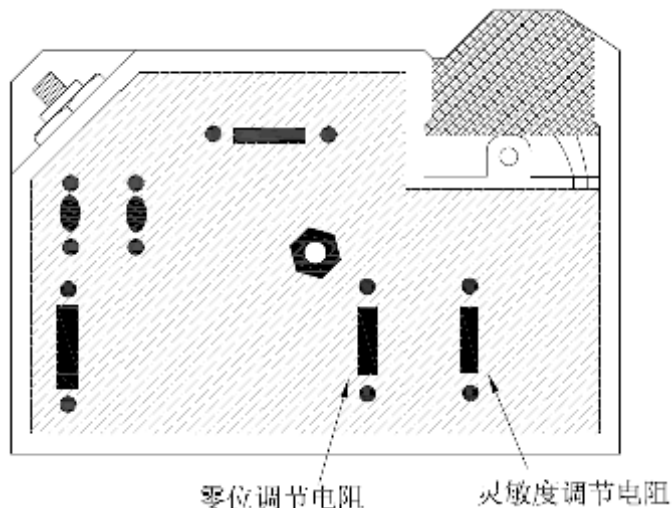

图3-2 前置器底部调节元件位置
- ◆ 如果平均灵敏度超差，应先断开供电电源，再将传感器标签撕下，打开盖板，可以见到未被灌封的调节元件，各调节元件用硅胶密封。灵敏度调节电阻位置如图3-2所示，去掉硅胶，用电烙铁焊下灵敏度调节电阻，用电阻箱代替。接通电源，调节电阻箱，依照上述步骤重新测量数据，并计算出平均灵敏度，直到平均灵敏度达到要求时为止。然后测出电阻箱的阻值，用1/4W、 $\pm 50\text{ppm}/^\circ\text{C}$ 的金属膜电阻代替电阻箱，焊接牢固并用硅胶密封。
- ◆ 如果传感器线性起始点输出电压或电流，不符合标准特性方程(见附录B)或二次仪表的要求，可以调整零位调节电阻(其位置如图3-2所示)。